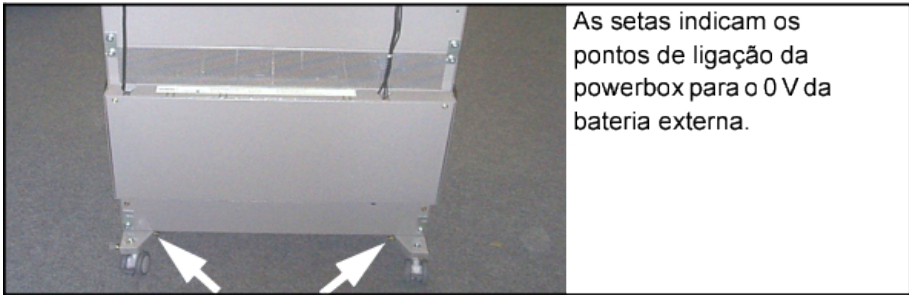

Figura 149: Ligação da bateria 0 V
- 1) Efectuar a ligação do 0 V da bateria na base de rodas da caixa de alimentação (Powerbox) (ver Figura 149: Ligação da bateria 0 V na página 164).